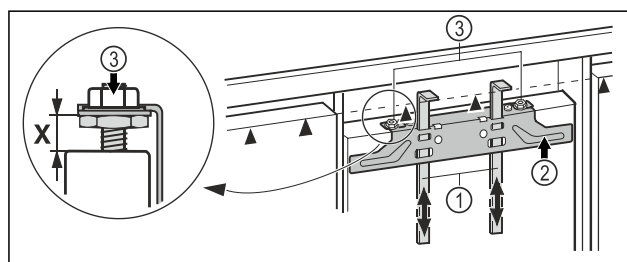

Fig. 20
- Pousser les aides au montage Fig. 20 (1) à hauteur de la porte du meuble. Bord de butée inférieur ▲ de l'aide au montage = bord supérieur de la porte du meuble à monter.
- Dévisser la traverse de fixation Fig. 20 (2) avec les contre-écrous Fig. 20 (3).